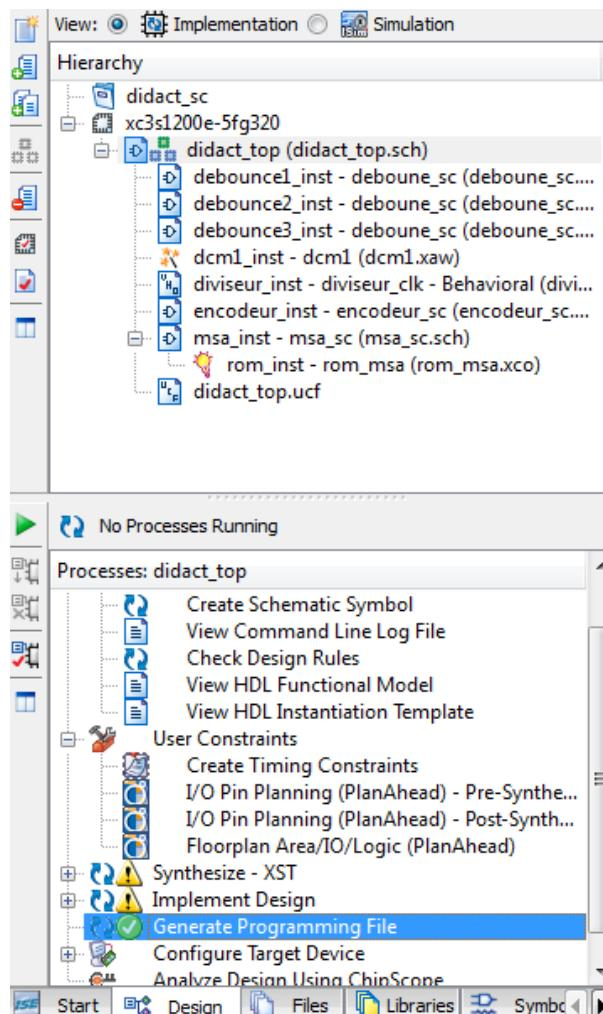

Figure 63. Le fichier de programmation BIT à été généré avec succès.
9. Consultez les messages dans la Console et assurez-vous que la création du fichier s'est bien déroulée. Un crochet devrait s'afficher à côté de **Generate Programming File**, comme montré à la Figure 63.